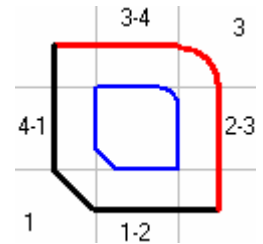

Рис. 112
3. Переключиться на закладку **Торцы** и на схематичном изображении панели щелкнуть по углу 3. Стороны 3-4, 2-3 и угол 3 будут выделены цветом (рис. 112).